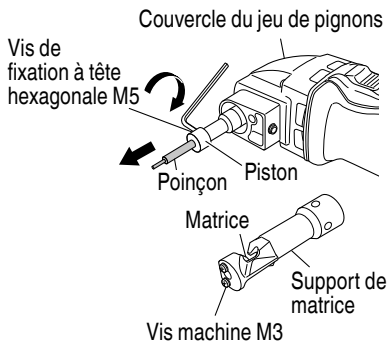

Fig. 11
- (b) Desserer la vis de fixation à tête hexagonale M5 qui tient la perforatrice au piston et tirer la perforatrice dehors. (voir Fig. 11)
Desserrer les 2 vis machine et remplacer le moule. (voir Fig. 11)